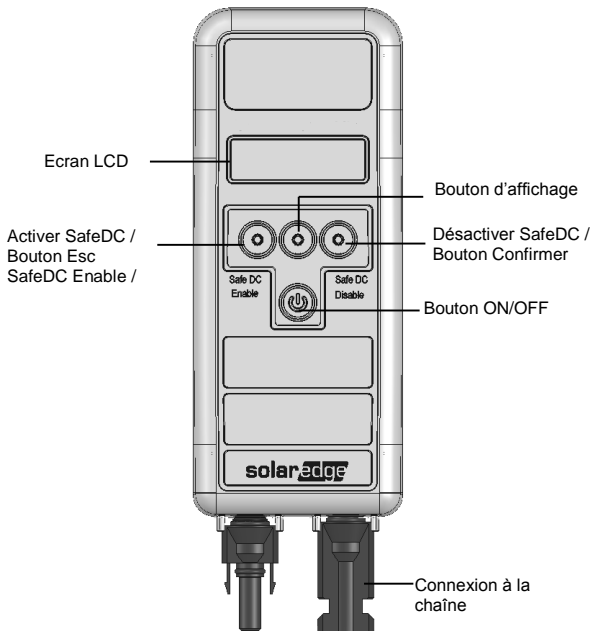

Figure 1: Interface de la clé SolarEdge
- 1 Connecter les câbles de la chaîne aux deux connecteurs dans la partie inférieure de la clé SolarEdge (voir la Figure 1).